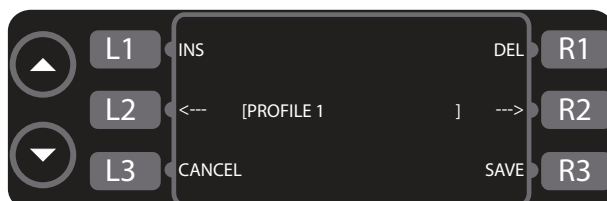

Figura 10: Pantalla Name Change [cambio de nombre]
- En la pantalla de cocción (Figure 9), presione L1 para acceder a la pantalla de cambio de nombre (Figura 10).